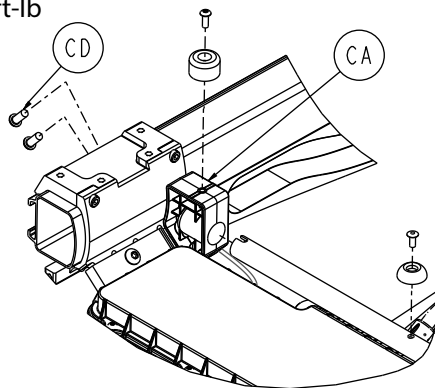

Figure 74 – Retirer le boîtier du pare-chocs du relève-jambes
6. À l'aide d'une clé Torx T27, retirer les deux vis d'assemblage à tête ronde (CD) qui fixent le boîtier du pare-chocs du relève-jambes (CA) au support de fixation (Figure 74). Retirer et conserver le boîtier de pare-chocs du relève-jambes. Conserver les vis. Répéter pour l'autre côté.